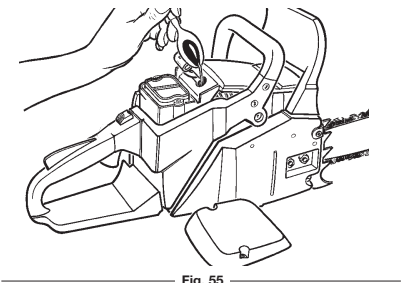

Fig. 55
- Vierta 1 cucharita de aceite de 2 tiempos en la cámara de combustión (Fig. 55). Tire lentamente de la cuerda de arranque varias veces para recubrir los componentes internos.